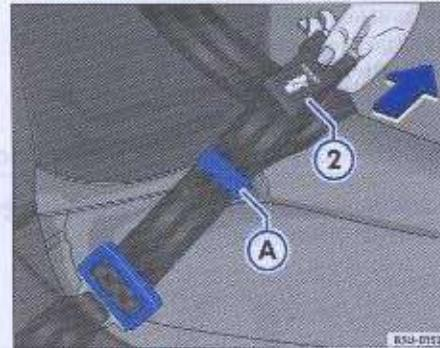

Fig. 14 Ajuste de las bandas del cinturón
– Para ajustar el largo del cinturón, tire de la parte superior (tramo del cinturón en el que se encuentra la etiqueta) ⇒ fig. 14 ② en la dirección de la flecha, manteniendo una distancia del pasador ① a la hebilla conforme ⇒ fig. 14 para facilitar el deslizamiento de la banda del cinturón. Se recomienda una holgura hasta 5 cm en la área del tórax, para efecto de confort.
– Coloque el pasador ⇒ fig. 14 ① lo más cerca posible de la etiqueta en la extremidad del cinturón ⇒ fig. 14 ②.